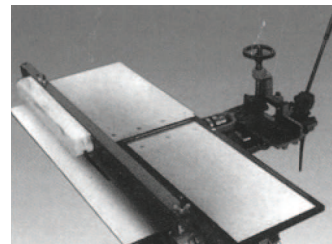

рис. 16
7.3 Пиление, фрезирование, выборка “четверти” (рис. 16,17,18)